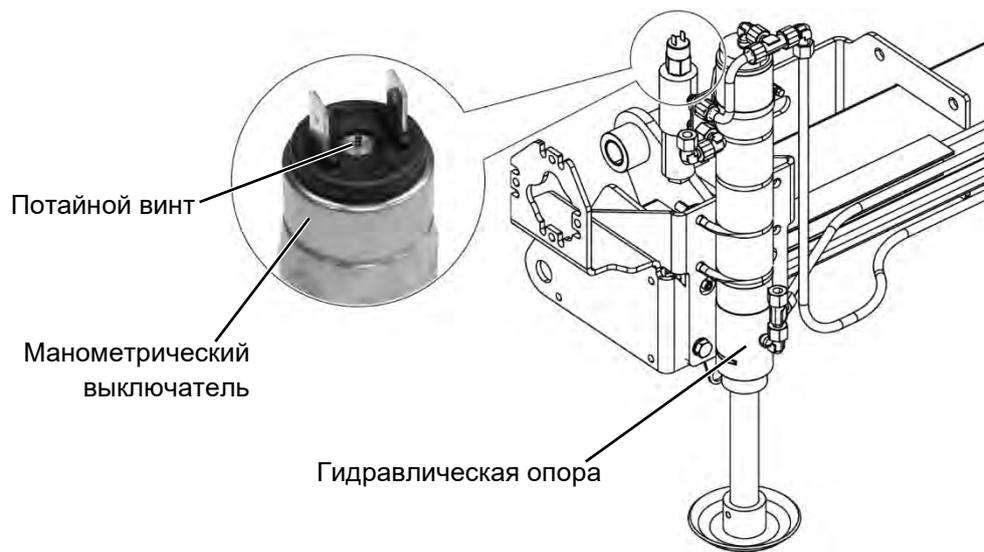

Рисунок 51: Гидравлическая опора, манометрический выключатель
- ▶ Для этой цели поверните потайной винт на манометрическом выключателе (см. Рисунок 51).